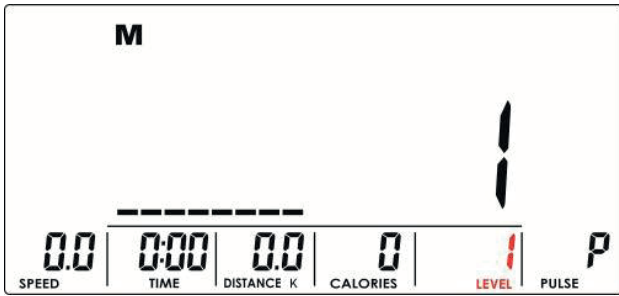

Abbildung 4
2. Stellen Sie die Belastungsstufe mit den UP oder DOWN Tasten ein (Abb. 4). Der Vorgabewert ist 1.